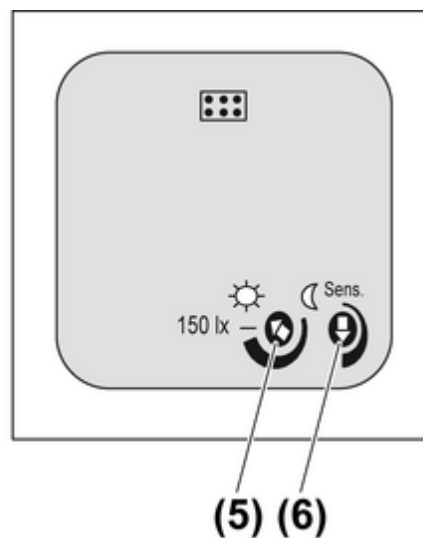

Bild 4: Einsteller auf der Rückseite
- Einsteller (5) in gewünschte Position drehen (Bild 4).
- i** Einstellung für Treppenhäuser nach DIN EN12464-1, 2003-3, Einsteller (5) auf Markierung 150 Lux drehen.